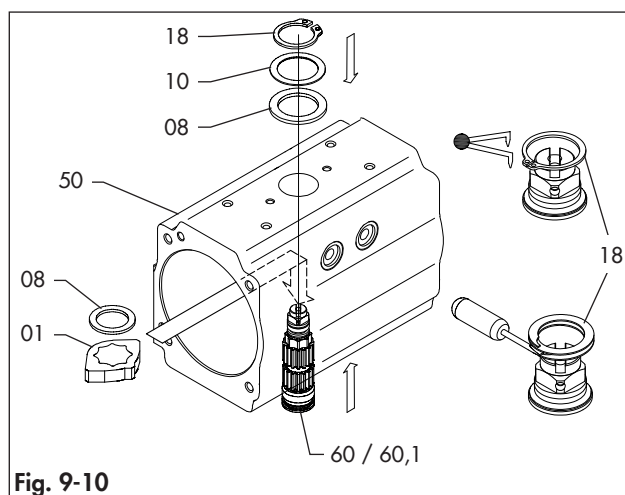
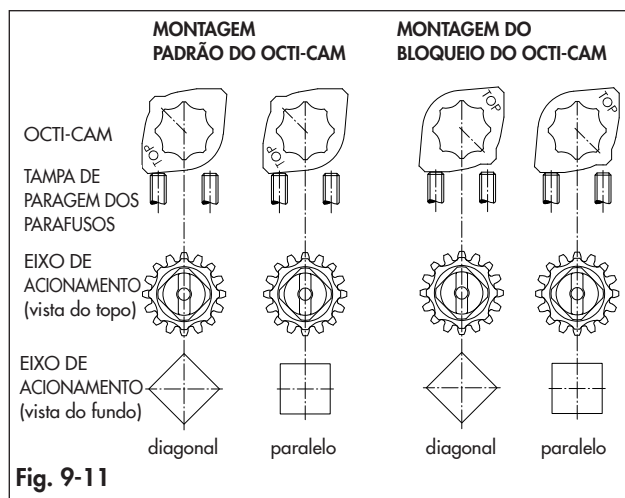

Fig. 9-10
Fig. 9-11
Consulte a Fig. 9-1, Fig. 9-9, Fig. 9-10 e Fig. 9-11.
- Coloque o octi-cam (01) através do corpo (50) no eixo de acionamento (60 / 60.1). Consulte a Fig. 9-11 para o posicionamento correto do octi-cam (01) dependendo da configuração do conjunto do atuador.
- Coloque o rolamento de pressão interno (08).
- Insira completamente o eixo de acionamento (60 / 60.1) no corpo (50).
- Coloque o rolamento de pressão externo (08) e a anilha de pressão (10).